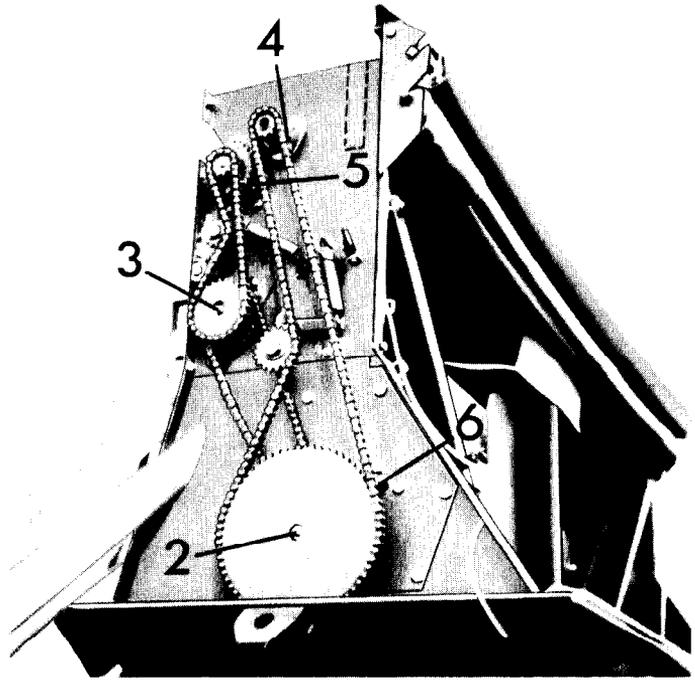

Abbildung 32
3. Lager für Eingangswelle (Abb. 32/2 und 33/2)
4. Zwischenrad (Abb. 32/3)
5. Verteilerschnecke links und rechts (Abb. 32/4)
6. Säradwelle links und rechts (Abb. 32/5)
7. Räderkonus (Abb. 32/6 und 33/6)